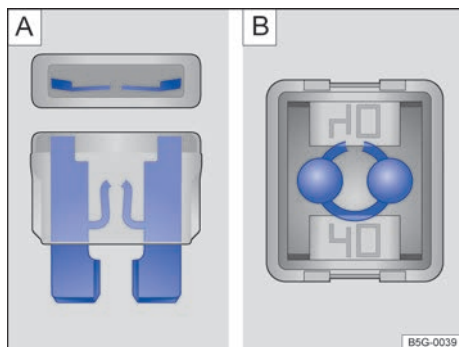

Fig. 221 Fusible fundido: **A**) Fusible enchufable plano. **B**) Fusible tipo bloque.
- Un *fusible enchufable plano* (ATO®, MINI®) fundido se reconoce por la tira de metal quemada visible desde arriba y desde los laterales a través de la carcasa transparente ⇒ fig. 221 **A**.
- Un *fusible tipo bloque* (JCASE®) fundido se reconoce por la tira de metal quemada visible desde arriba a través de la carcasa transparente ⇒ fig. 221 **B**.